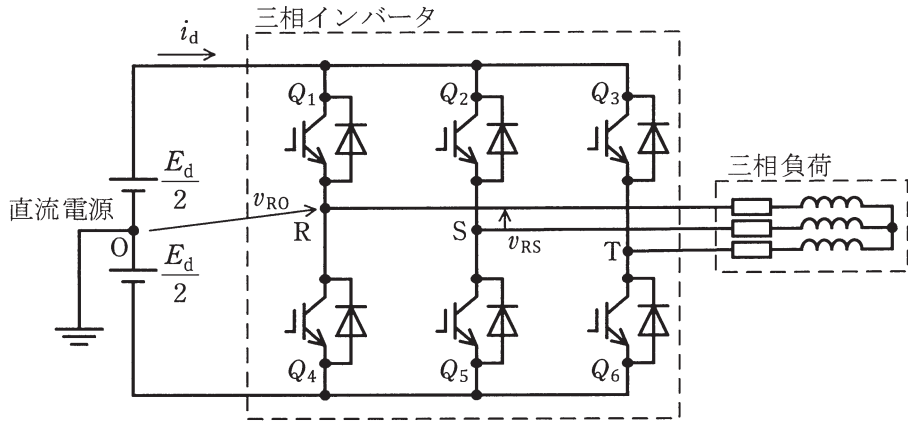
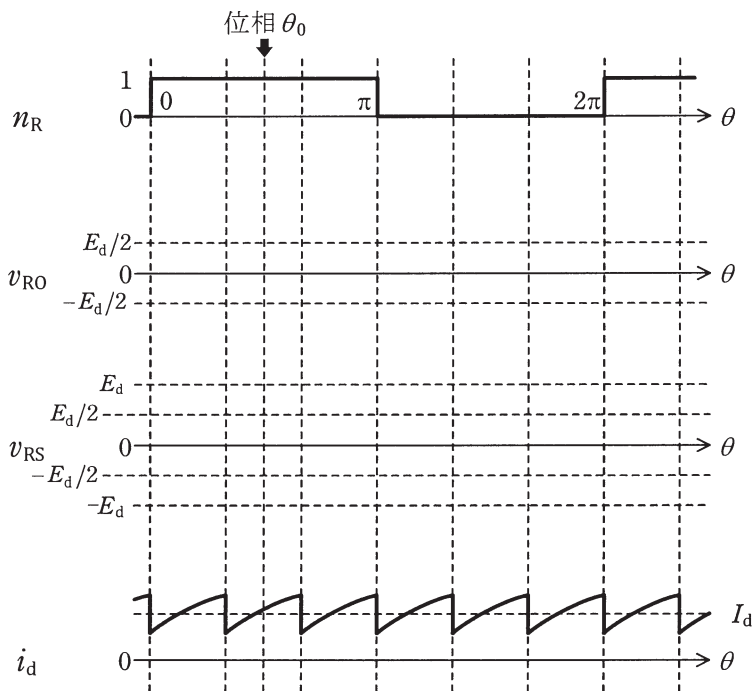

図 1
図 2
問3 図1には、R相→S相→T相の相順で、 $180^\circ$ 通電モードで運転する三相インバータとその三相負荷の回路を示す。直流電圧を  $E_d$  一定、三相インバータ内には損失がないものとして、次の問に答えよ。
(1) 図2は三相インバータの動作を説明する図であり、波形  $n_R$  はR相のノッチ波である。ノッチ波は1のときにプラス側のパワーデバイスをオンし、0のときにマイナス側のパワーデバイスをオンすることを意味している。図2の位相  $\theta_0$  において、オン信号を与えているパワーデバイスは、R相では  $Q_1$  であるが、S相及びT相ではどのパワーデバイスであるかを答えよ。
(2) 答案用紙に図2と同じ図が印刷されているので、図1のR相電圧  $v_{R0}$ 、R-S相線間電圧  $v_{RS}$  の波形を、波形の大きさとスイッチングの位相が明確に分かるように、太線で明確に描け。ただし、 $v_{R0}$  の基準電位点は、直流電源の中間電位点Oとする。
(3) 上記小問(2)において、二つの電圧波形  $v_{R0}$ 、 $v_{RS}$  のうち、出力周波数に対して3の整数倍次数の高調波が含まれている波形はどちらの波形であるかを答えよ。
(4) 上記小問(2)において、線間電圧  $v_{RS}$  の実効値  $E_0$  を表す式を、 $E_d$  を用いて示せ。
(5) 負荷電流が正弦波であるとみなせるとき、ある遅れの力率の場合の直流電流  $i_d$  の波形を図2の最下段に示している。負荷に供給される有効電力が  $P=50$  kW、力率が  $\cos\phi = \frac{\sqrt{3}}{2}$  であり、 $E_d=200$  Vであった場合の直流電流の平均値  $I_d$  [A] を求めよ。
(1) 三相インバータは、R相→S相→T相の相順で出力し、 $180^\circ$  通電モードで運転している。図2の位相 $\theta_0$ は $60^\circ \sim 120^\circ$ の間にあるので、R相のノッチ波は1、S相のノッチ波は0、T相のノッチ波は0となる。したがって、このときオン信号が与えられているパワーデバイスは、S相では $Q_5$ 、T相では $Q_6$ である。
(2) 上記の運転状態におけるR相電圧 $v_{R0}$ 及びR-S相線間電圧 $v_{RS}$ の波形を以下に示す。
(3) 二つの電圧波形 $v_{R0}$ 、 $v_{RS}$ のうち、出力周波数に対して $3n$ 次高調波が含まれている波形は $180^\circ$ 通電モードである $v_{R0}$ である。 $v_{RS}$ は三相線間電圧であるので、 $3n$ 次高調波が打ち消されて含まれない。
(4) 上図の線間電圧  $v_{RS}$  の波形から、実効値  $E_0$  を表す式は次式となる。